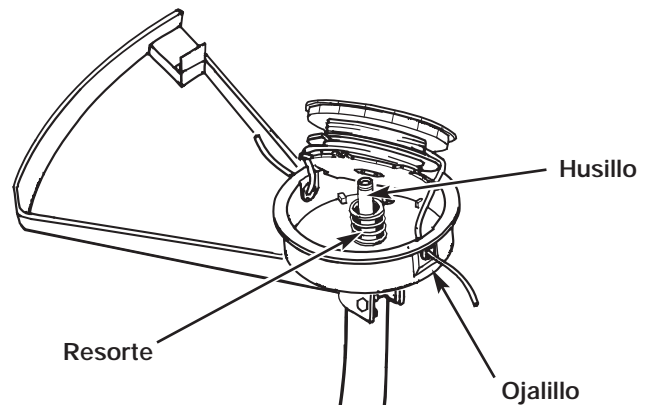

Fig. 17
8. Bajar el carrete de la caja mientras se alimenta la línea a través de los ojillos. Asegurarse de que el resorte se coloque por sí mismo dentro del carrete (Fig. 17).